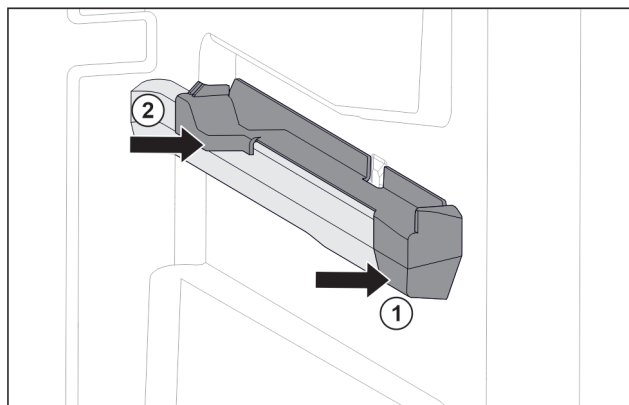

Fig. 76 Вставная часть на правом контейнерном ребре
- ▶ Наденьте вставную часть спереди на контейнерное ребро. Fig. 76 (1)
- ▶ Нажмите на вставную часть сзади. Fig. 76 (2)